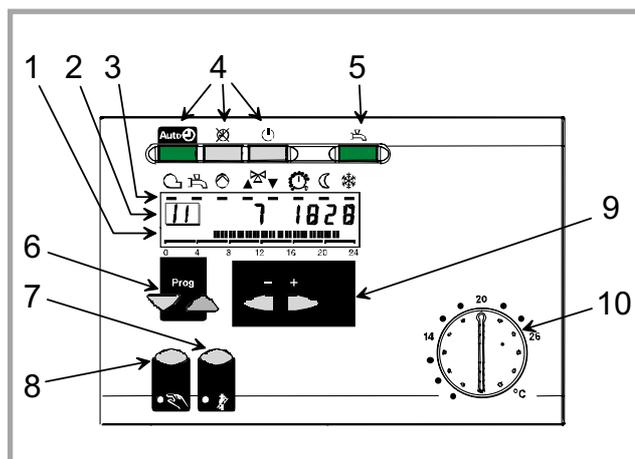
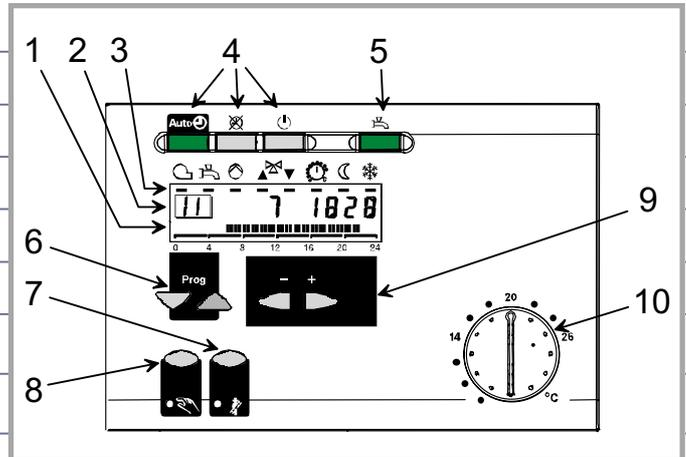
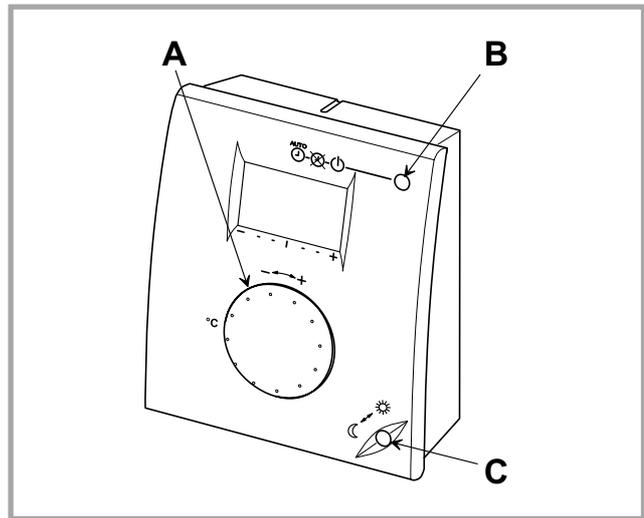

Fig. 14 - Touches de fonction du régulateur
Fig. 15 - Touches de fonction du régulateur
Fig. 16 - Sonde d'ambiance
Repères fig. 14 fig. 15	Fonction des touches du régulateur
-  Fonctionnement automatique, tel que réglé sur le régulateur (rep 10, fig. 15).
- Si la correction est inférieure à 3 °C, agir soit sur le bouton de correction (rep. A, fig. 16) de la sonde d'ambiance, soit sur la valeur de consigne normale du régulateur (rep. 10, fig. 15, p. 21).
- Si la correction est supérieure à 3 °C, agir sur la valeur de consigne normale du régulateur (rep. 10, fig. 15, p. 21).